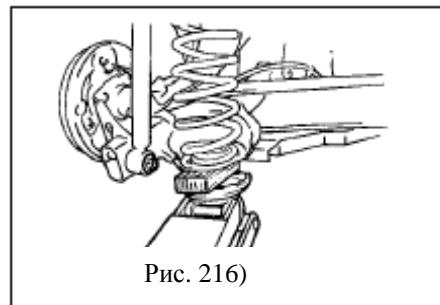

Рис. 216
- (1) Поднимите домкратом заднюю балку (Рис. 216)